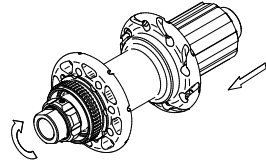

FIG. 5
- Sostituire i cuscinetti (S) del corpo mozzo.
- Sfilare dal perno il corpo ruota libera con il relativo distanziale (Z) e procedere alla pulizia dei cricchetti. Attenzione: i cuscinetti del corpo ruota libera NON sono sostituibili.
- Terminata la manutenzione, infilate il corpo ruota libera con il relativo distanziale (Z) nel Perno (Fig. 5).